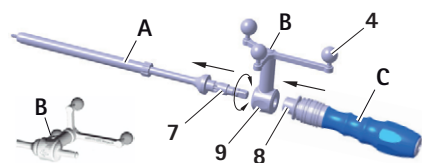

Fig. 6 Montering af referencestjerneenhed ("forkalibreret") og S⁴C-håndtag på S⁴C-gevindskærer
- Frigør låsemuffe 8, se Fig. 6.